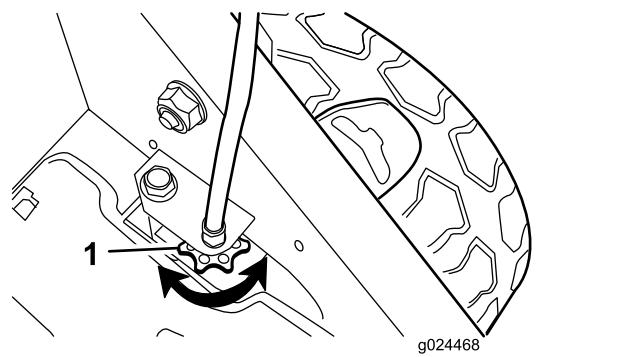

Figure 28
- Si les roues ne tournent pas quand vous engagez la barre de commande d'autopropulsion, la courroie de déplacement n'est pas assez tendue. Tournez une fois la molette de commande des roues (Figure 28) dans le sens horaire et répétez les opérations 4 à 6.
- des roues (Figure 28) dans le sens antihoraire et répétez les opérations 4 à 6.